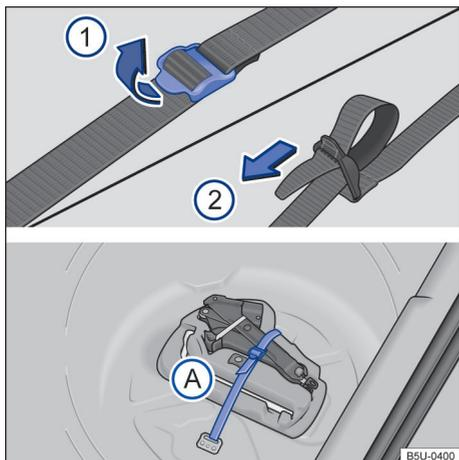

Fig. 164 No compartimento de bagagem: cinta de fixação da caixa de ferramentas e caixa de ferramentas de bordo.
Para soltar a cinta de fixação → Fig. 164 (A), puxar a fivela no sentido da seta ①.